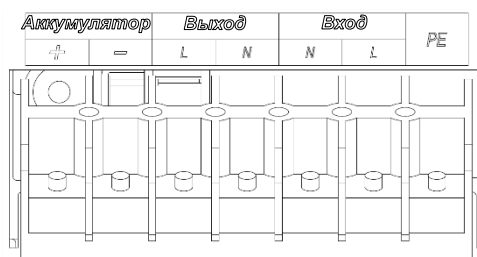

Рисунок 2-5. Монтажная схема клеммной колодки
- 2) Подсоединить входные и выходные кабели как на рис. 2-5.
- 4) Соединить кабели аккумуляторов с клеммой ИБП как на рис. 2-5.